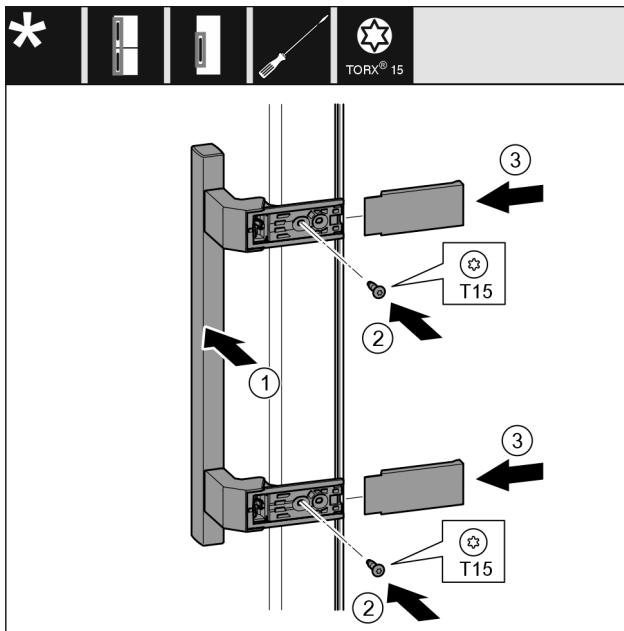

Fig. 53
- Griff Fig. 53 (1) auf der Gegenseite ansetzen.
- Schrauben Fig. 53 (2) mit Schraubendreher fest-schrauben.
- Abdeckungen Fig. 53 (3) seitlich ansetzen und aufschieben.